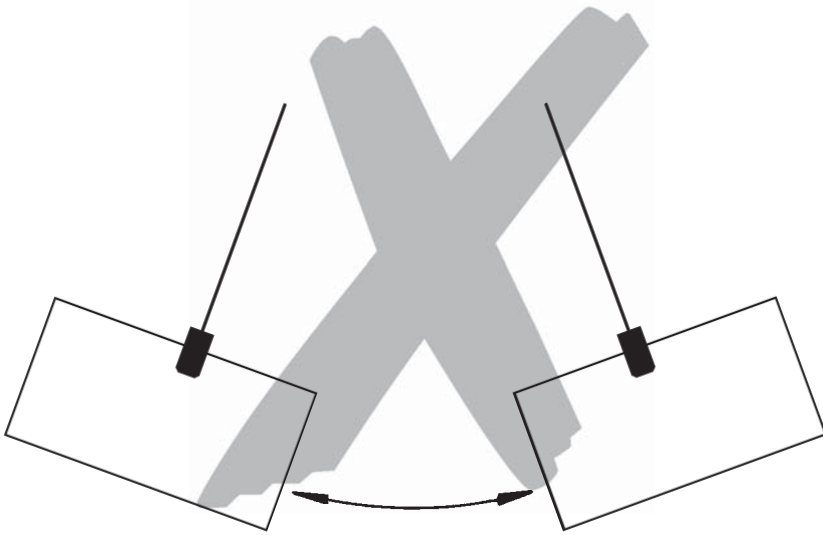

Fig. 2
- Beim Transport der Last ist eine Pendelbewegung (Fig. 2) und das Anstoßen an Hindernisse zu vermeiden.